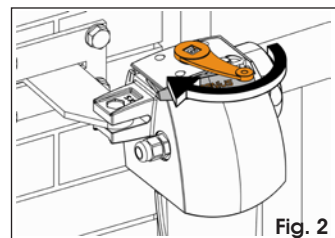

Fig. 2
3. Ruotare la chiave nella direzione della freccia (Fig. 2), la leva di sblocco si apre leggermente per facilitare la presa.